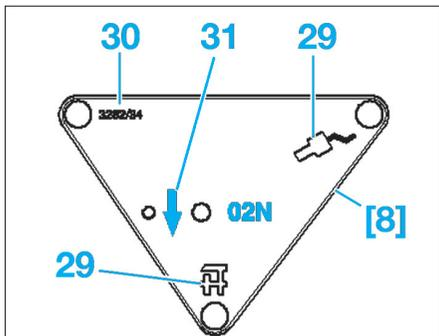
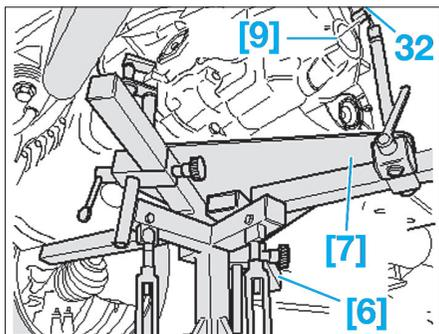

Fig. 17
Fig. 18
- [6]. Support de boîte réf VW 3282 (Fig.18)
- [7]. Plaque d'ajustage réf VW 3282/33 (Fig.18)
- [8]. Pivot réf VW 3282/34 (Fig.17)
- [9]. Adaptateur réf VW 771/40 (Fig.18)
- Visser les éléments de support (29) et (30) (pivots [31]) comme représenté sur la plaque d'ajustage (Fig.17).
- Placer l'élevateur pour moteur et la boîte de vitesse sous le véhicule, le symbole de la flèche (31) sur la plaque d'ajustage indique le sens de la marche du véhicule.
- Fixer l'adaptateur [9] dans le taraudage du carter de boîte de vitesses, comme illustré (Fig.18).